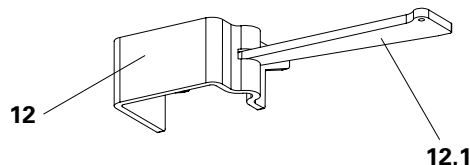

Fig. B7.10
1. Rimuovere il cuneo (12.1) dall'adattatore del giunto UNO Plus (12). (Fig. B7.10)